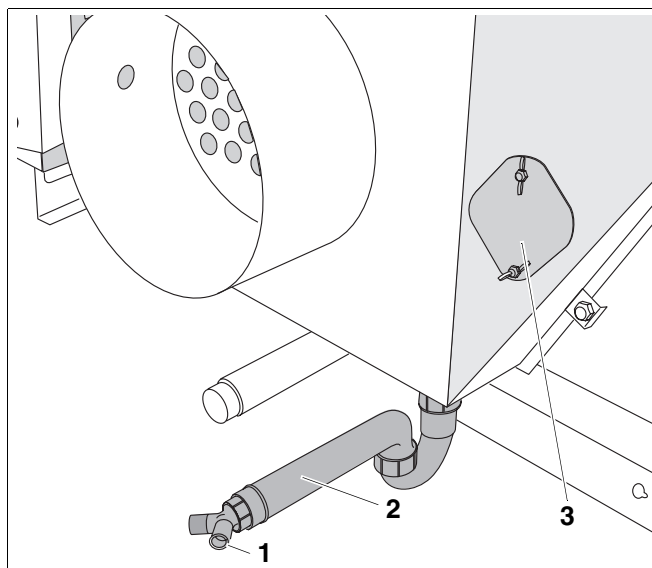

Fig. 27 Kondensatudløb
- Slut afløbsslangen til tilslutningsstykket (fig. 27, **pos. 1**) på kondensatudløbet (vandlåsen) (fig. 27, **pos. 2**) med et spændebånd. Sav T-stykket af vandlåsen, hvis der anvendes HT-rør Ø 40.
Før kedlen eller neutralisationsenheden tages i brug, skal der hældes ca. 10 liter vand i røggassens inspektionsåbning (fig. 27, **pos. 4**), for at neutralisationsbeholderen fyldes, så der ikke strømmer røggas ud af kedlens vandlås.
Kondensatudløbet AKO må ikke tilstoppes ved rengøringen, se fig. 27, **pos. 2** på side 22.
- Kontrollér og rengør eventuelt røgkassen og kondensatudløbet gennem rensåbningen (fig. 27, **pos. 3** på side 22).